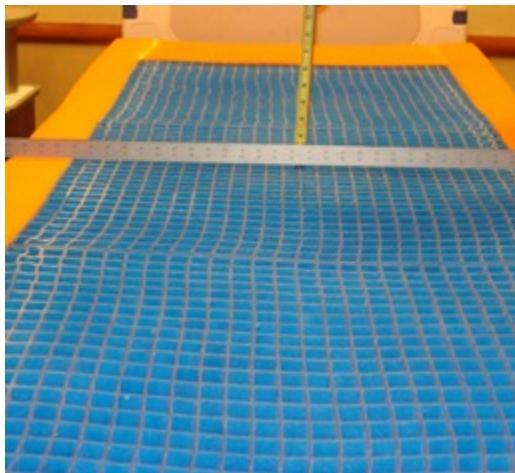

Figure 2-3 : Mise en place d'une règle droite
5. Placer une règle droite (d'au moins 88,9 cm de long) diagonalement de gauche à droite dans la région sacrée (section du siège du patient) de la surface de support (Figure 2-3 à la page 2-17).